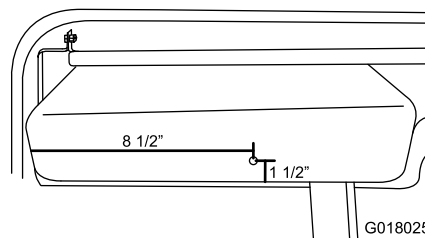

Figura 20
- Perfore un taladro (5/16") en la guantera a 216 mm desde la izquierda y 38 mm desde la parte inferior (Figura 20).